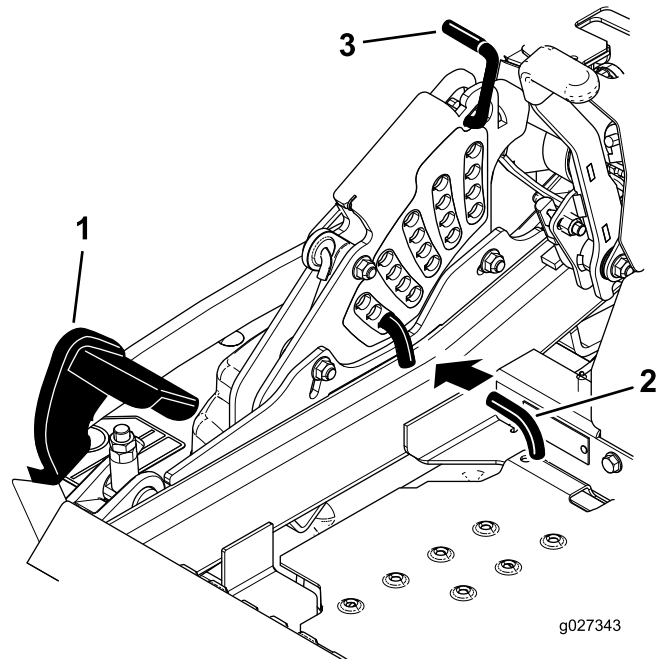

Figure 31
2. Appuyez sur la pédale de levage du tablier avec le pied et levez le tablier en position de transport (qui est aussi la position de hauteur de coupe de 140 mm [5,5 po]), comme montré à la Figure 31.
3. Pour changer de hauteur de coupe, tournez la goupille de 90 degrés retirez-la du support de hauteur de coupe (Figure 31).
4. Placez la goupille dans le trou du support correspondant à la hauteur de coupe voulue (Figure 31).